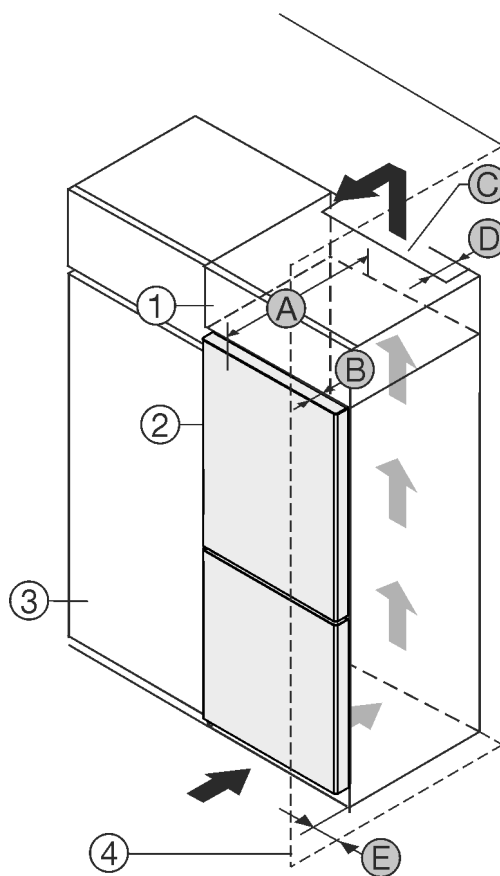

Fig. 1
Μπορείτε να τοποθετήσετε τη συσκευή ακριβώς δίπλα από το ντουλάπι κουζίνας Fig. 1 (3).
Στην πίσω πλευρά του επικαθήμενου ντουλαπιού πρέπει να υπάρχει ένα κενό εξαγωγής αέρα με βάθος Fig. 1 (D) σε όλο το πλάτος του επικαθήμενου ντουλαπιού.
Κάτω από την οροφή του δωματίου πρέπει να τηρείται η διατομή εξαερισμού Fig. 1 (C).
Εάν τοποθετήσετε τη συσκευή με τους μεντεσέδες δίπλα σε κάποιον τοίχο Fig. 1 (4), τότε πρέπει η απόσταση ανάμεσα στη συσκευή και στον τοίχο να ανέρχεται σε τουλάχιστον 13 mm.
Εάν τοποθετήσετε τη συσκευή με τους μεντεσέδες δίπλα σε κάποιον τοίχο Fig. 1 (4), τότε πρέπει η απόσταση ανάμεσα στη συσκευή και στον τοίχο να ανέρχεται σε τουλάχιστον 20 mm.
Για να μπορείτε να ανοίγετε τελείως την πόρτα, πρέπει η συσκευή να προεξέχει κατά το βάθος της πόρτας Fig. 1 (B) από την πρόσοψη του ντουλαπιού κουζίνας. Η συσκευή μπορεί να προεξέχει περισσότερο, ανάλογα με το βάθος των ντουλαπιών κουζίνας Fig. 1 (3) και την χρήση αποστατών τοίχου.